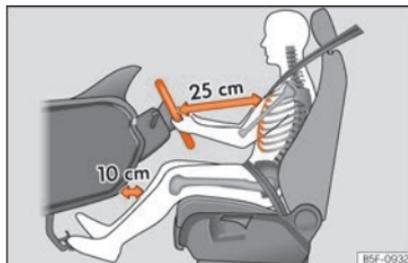

Abb. 72 Der richtige Abstand des Fahrers zum Lenkrad.
- Stellen Sie das Lenkrad so ein, dass der Abstand zwischen Lenkrad und Brustkorb mindestens 25 cm beträgt »» **Abb. 72.**
- Stellen Sie den Fahrersitz so ein, dass mindestens 25 cm Platz zwischen Ihrem Brustkorb und der Lenkradmitte ist »» **Abb. 72.** Beträgt der Abstand weniger als 25 cm, kann Sie das Airbag-System nicht richtig schützen.